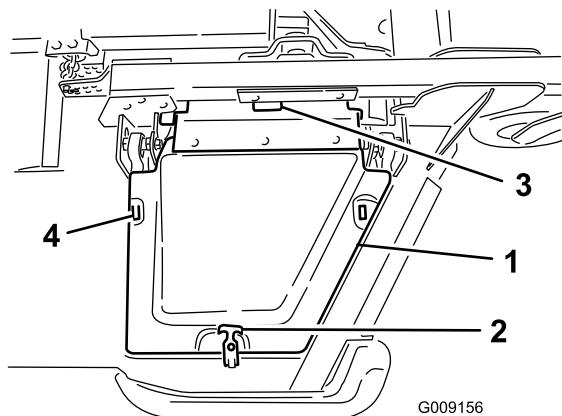

Figura 6
- 8. Instale la cubierta de la carcasa del ala y sujetela con el cierre de goma (Figura 6).